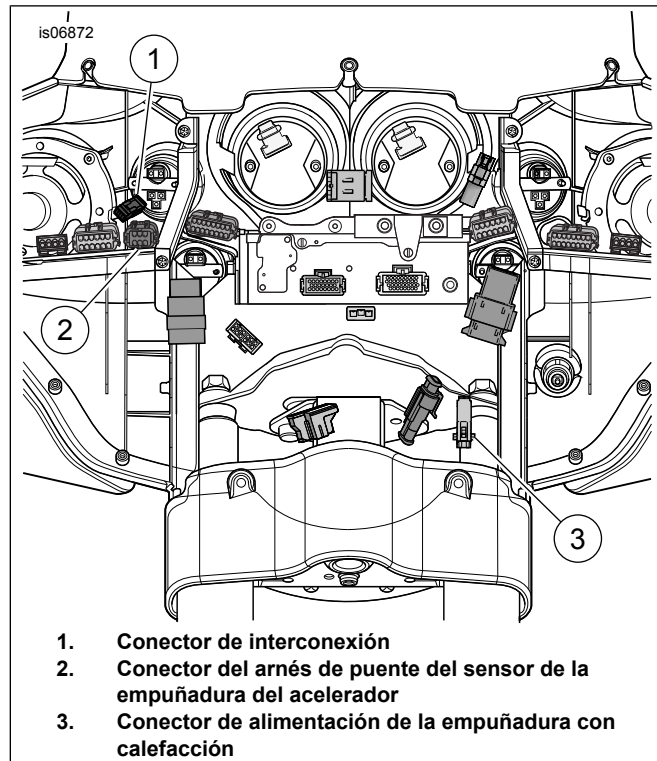

Figura 6. Cableado del carenado (Modelos FLH)
2. Vea la Figura 6. Conecte la mitad del conector de alimentación de la empuñadura izquierda al conector de alimentación de empuñadura (3).
Vea la Figura 6. El conector de alimentación de empuñaduras (3) tiene una tapa que se debe retirar antes de conectar al cableado del vehículo.
3. Conecte (1) al conector de empuñaduras del lado izquierdo.
- c. Conecte el conector del arnés principal del TGS del arnés de puente al conector (2).
- 5. Conecte la mitad del conector de la empuñadura con calefacción de la empuñadura izquierda al conector de interconexión de la empuñadura con calefacción del lado derecho (1).